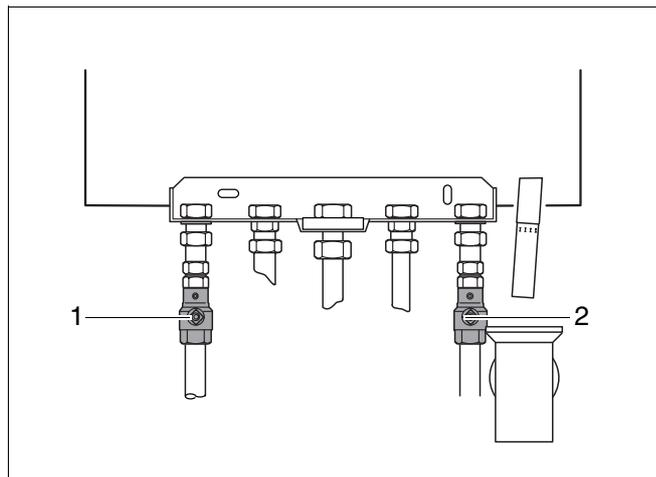

Fig. 10 Rubinetti di manutenzione (qui: Logamax plus GB122-24K, montaggio tubazioni soprintonaco)
- Aprire i rubinetti di manutenzione in prossimità del raccordo di mandata e di ritorno (fig. 10, pos. 1 e 2).